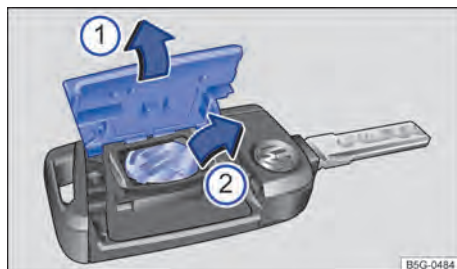

Fig. 67 Chave do veículo: substituir a pilha botão.
Legenda para Fig. 67:
- Levantar a cobertura no lado posterior da chave com um objeto adequado → Fig. 67 ① no sentido da seta → ①.
- Levantar a pilha botão do alojamento da bateria com uma ferramenta plana adequada → Fig. 67 ②.
- Inserir a nova pilha botão no alojamento da bateria no sentido contrário ao da seta → Fig. 67 ② → ①.
- Pressionar a cobertura no sentido contrário ao da seta, sobre a carcaça da chave do veículo, até encaixar → Fig. 67 ①.